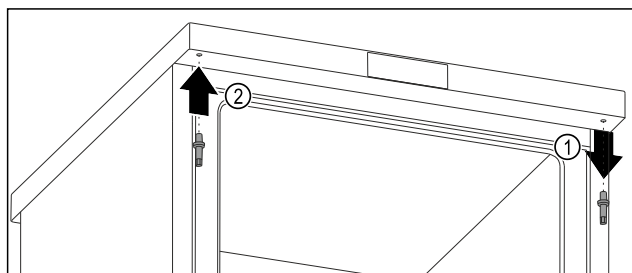

Fig. 14
- Desenroscar el perno superior con la llave Allen. *Fig. 14 (1)*
- Apretar el perno en el lado opuesto con la llave Allen. *Fig. 14 (2)*